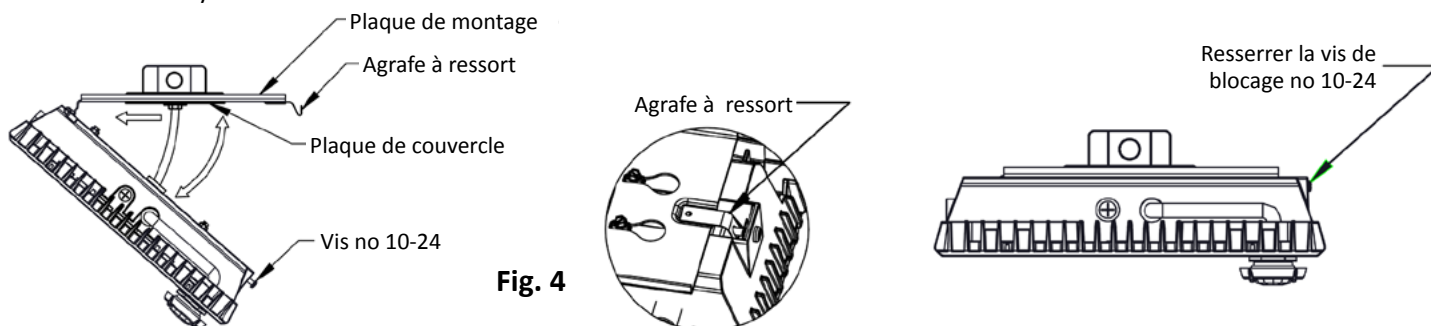

Fig. 4
- Retirer la plaque de couvercle en desserrant les (2) écrous. Tirer sur le cordon SEOOW dans le trou de la plaque du couvercle et raccorder l'alimentation respective, fils communs et de mise à la terre avec les fils du luminaire et les capuchons de connexions. Pousser les fils dans la boîte de jonction. Replacer et rattacher la plaque du couvercle sur la plaque de montage.
- Glisser le luminaire vers la charnière de façon à engager l'agrafe à ressort dans la vis de serrage. Resserrer la vis de blocage complètement tel qu'illustré dans la Fig. 4.